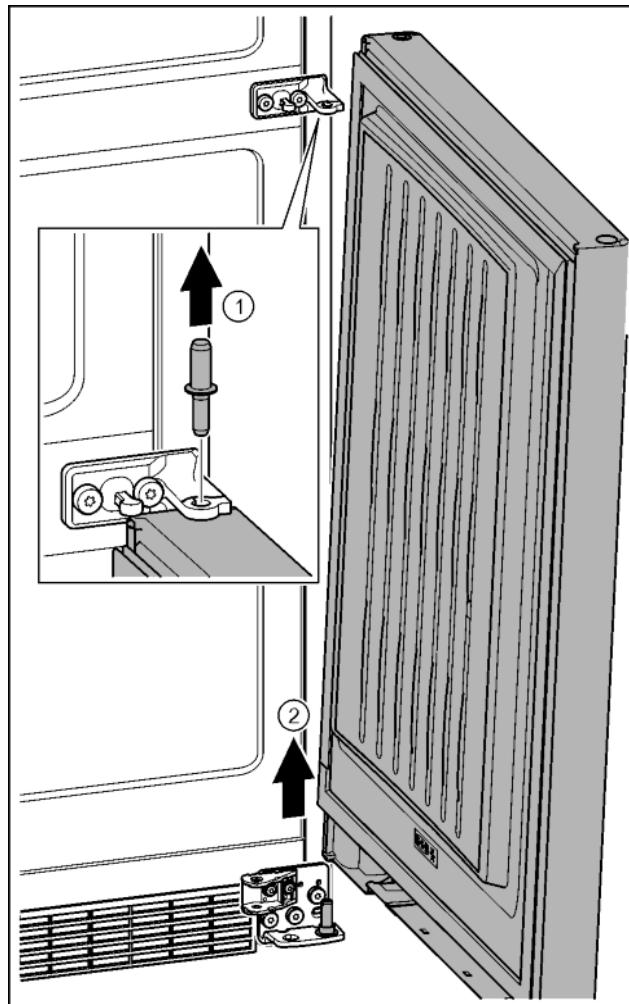

Fig. 22
- Витягніть гвинт догори. Fig. 22 (1)
- Відкрийте дверцята, зніміть рухом вгору та відкладіть убік. Fig. 22 (2)